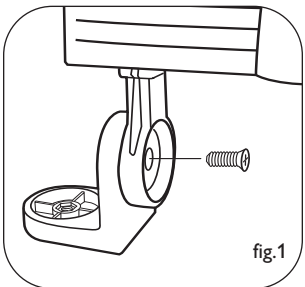

fig.1
1. Fixez le corps principal sur l'attache en L, tel que montré, en utilisant la vis cruciforme et faites attention à l'orientation de l'attache. Ne serrez pas complètement la vis pour pouvoir terminer l'ajustement par la suite (fig. 1).